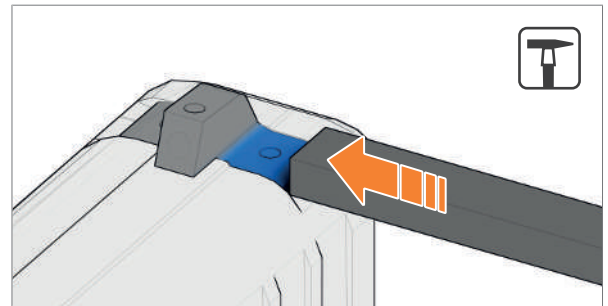

Abb. 36: Korn entnehmen
3. Korn mit Werkzeug entnehmen (Abb. 36).